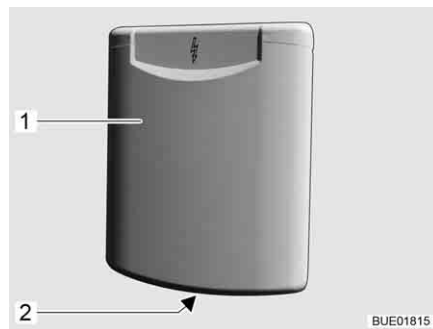

Fig. 69 Cierre a presión de la trampilla de servicio
- Introducir la llave en el cilindro de cierre del cierre a presión bajo llave (Fig. 69,1) y girarla un cuarto de vuelta. El cierre a presión está desbloqueado.
- Introducir la llave en el cilindro de cierre del cierre a presión bajo llave (Fig. 69,1) y girarla un cuarto de vuelta. El cierre a presión está bloqueado.